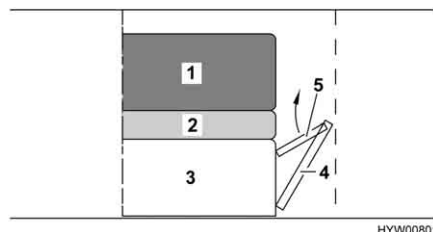

Fig. 59 Durante la trasformazione
- Sollevare la prolunga del cassone letto (Fig. 59,5).